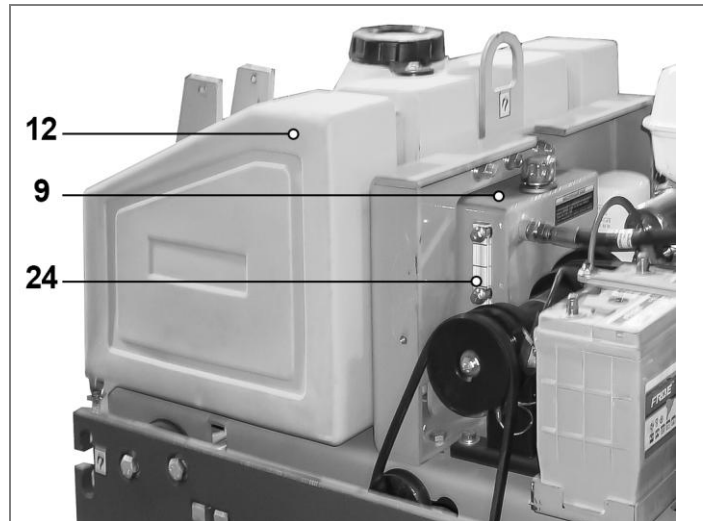
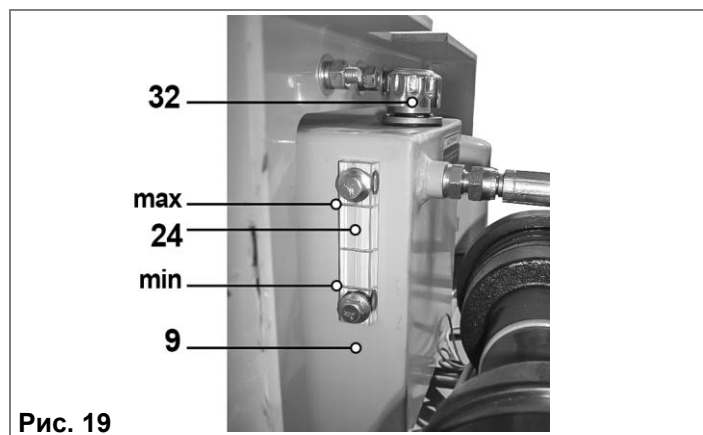

Рис. 18
Рис. 19
8.4.1. В масляный бак (9) должно быть залито **не более 15 литров** масла. Уровень масла в масляном баке (9) проверяется по указателю уровня масла (24) (Рис. 18, 19). При необходимости долива масла, открутите крышку (32) масляного бака (9) и влейте необходимое количество масла. Принимая в расчет увеличение объема масла при работе катка, заливайте масло по среднему указателю, между верхним и нижним (max и min) уровнем масла (24) масляного бака (9) (Рис. 19).
8.5. Пуск двигателя (Рис. 19 - 31)